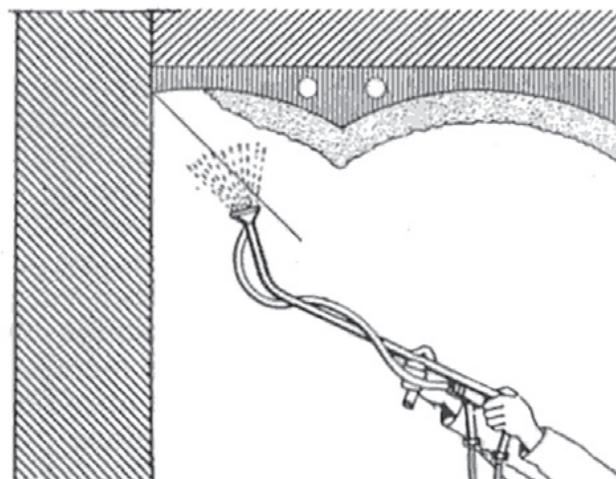

Figura 19.
Este tipo de isolamento (Figura 19) consiste em assentar sobre uma camada de areia (1) um filme de plástico impermeável (2), as placas de isolamento (poliestireno extrudido ou expandido, mas que apresentem uma boa resistência à compressão) (3) com largura de 0.60 a 1.20 m, com juntas de acoplamento dispostas sobre toda a periferia da habitação. Este conjunto é depois recoberto com uma barreira de vapor (4), normalmente um filme de polietileno, e finalmente por uma laje armada (5), com finalidade de repartir as cargas que o pavimento irá suportar. A laje de pavimento será desligada das paredes exteriores pela interposição de uma camada de isolamento de 1 a 2 cm de espessura.
2) Projetar isolamento no teto da cave (Figura 19)
Com auxílio de equipamento apropriado para o efeito, é possível projetar uma mistura de isolamento a granel (esferas de poliestireno, fibras minerais) com um colante destinado à sua fixação (Figura 19).